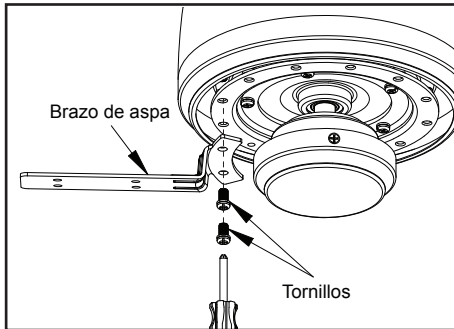

Figura 15
1. Ajusta los soportes de aspa al conjunto del motor del ventilador insertando el poste de alineación en la ranura de la parte inferior del motor, luego asegura los soportes de aspa usando los tornillos del brazo del aspa. (Figura 15)